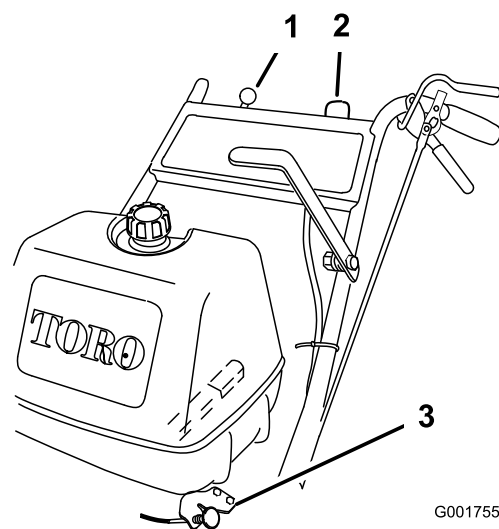

Figure 8
5. Tournez la clé de contact à la position **contact** (Figure 8).
8. Sortez le starter si le moteur est froid (Figure 8).
1. Placez la commande d'accélérateur à la position bas régime (Figure 8).